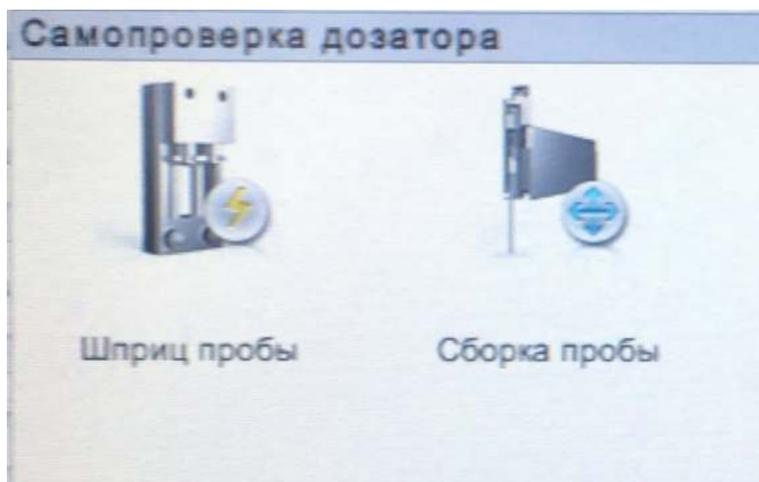

Рис. 6-59 Самопроверка шприца
На экране появится интерфейс, показанный на Рис. 6-59:
3. На экране появится интерфейс, показанный на Рис. 6-59: